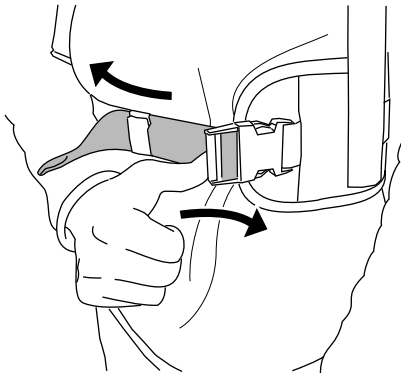

Figure 9
6. Si la ceinture est trop serrée, poussez le dispositif de réglage vers le côté pour l'allonger (Figure 9).